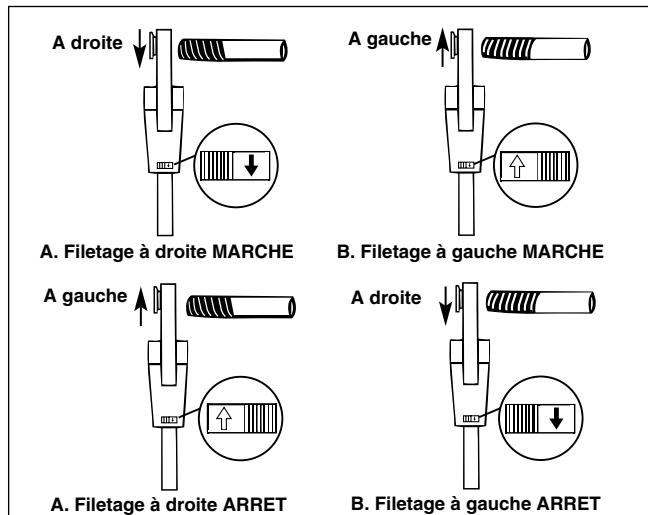

Figure 6 – Inverseur/ Orientation des têtes de filière
- Mettez l'inverseur dans le sens du pas voulu (gauche ou droite) (*Figure 6*).